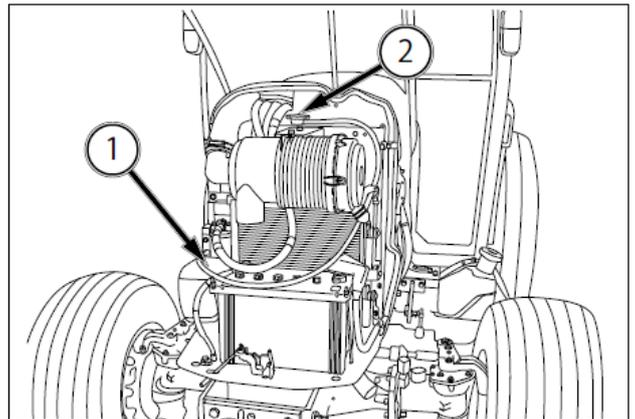

FIG. 202
FIG. 202: El radiador consta de un vaso de expansión (1) para mantener constante el nivel del líquido de refrigeración en el radiador. Compruebe el nivel de este vaso de expansión durante la inspección diaria.